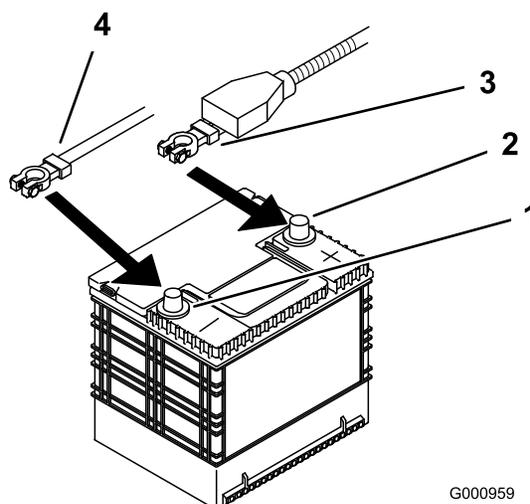

Figura 56
4. Primeiro, desligue o cabo negativo da bateria do terminal negativo (-) (Figura 56).
5. Retire a proteção do terminal vermelho do terminal positivo (vermelho) da bateria. Em seguida, retire o cabo positivo (vermelho) da bateria (Figura 56).
4. Prenda os cabos com 2 parafusos (1/4 x 3/4 pol.), 2 anilhas (1/4 pol.) e 2 porcas (1/4 pol.) (Figura 56).